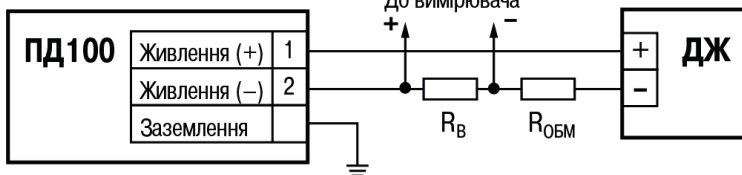

Рисунок 6 – Схема підключення
** Опір навантаження залежить від напруги живлення (див. *рисунок 6*)
Перетворювач слід підключати до зовнішніх пристроїв згідно зі схемою на *рисунок 6*.